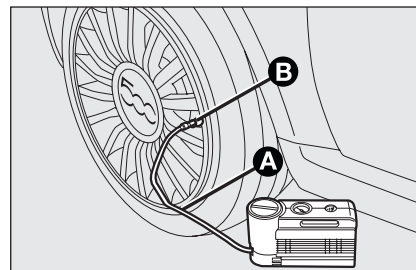

fig. 13
- ☐ Accionar el freno de mano. Aflojar el capuchón de la válvula del neumático, sacar el tubo flexible de llenado A-fig. 13 y enroscar la tuerca B en la válvula del neumático;